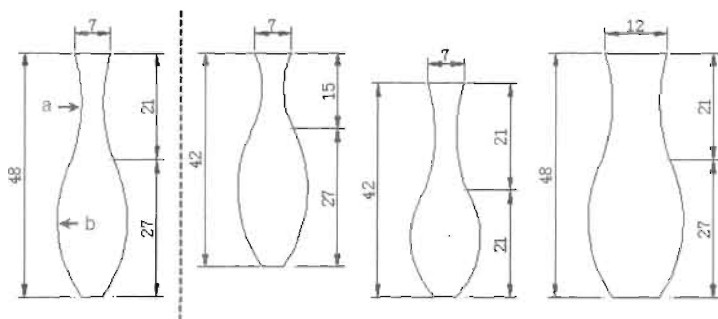

图 4-143
(1) 打开配套光盘的“操作示例 4-17.dwg”文件。下面要做的就是按图 4-143 所示的尺寸拉伸 a、b 两段圆弧,使花瓶变矮、变宽。